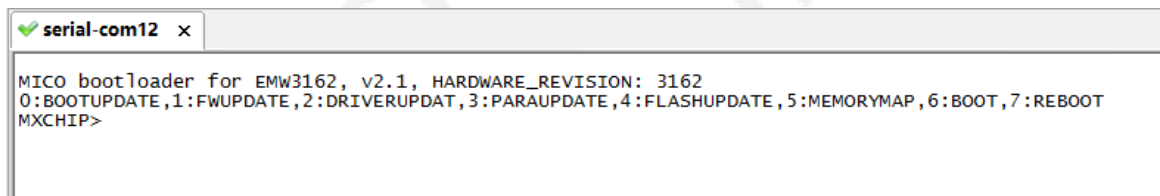

图 1.1 EMW3162 Bootloader 模式 log 信息
EMW3162 进入 BOOT 模式时引脚状态: BOOT 脚 (ON) 拉低, STATUS 脚 (OFF) 拉高, 然后 RESET 重启进入。进入该模式后, 串口 log 信息如图 1.1: